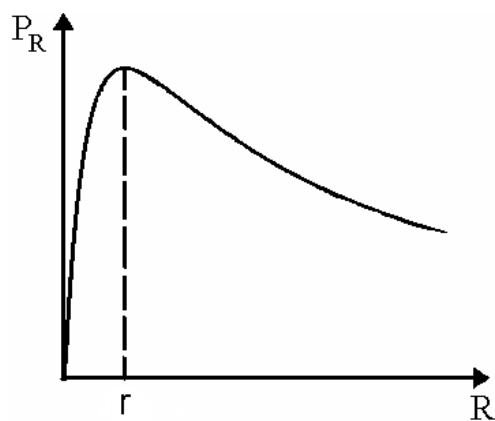

Рис. 3
График зависимости  $P_R(R)$  приведен на рис. 3. Он представляет кривую, начинающуюся из нуля, возрастающую до максимума, а затем опять спадающую до нуля при  $R = \infty$ . Для определения сопротивления  $R$ , обеспечивающего максимальную мощность, необходимо взять производную от выражения (4) по  $R$  и приравнять ее к нулю. Максимальная мощность  $P_{max}$  во внешней цепи выделяется при внешнем сопротивлении равном внутреннему сопротивлению источника: